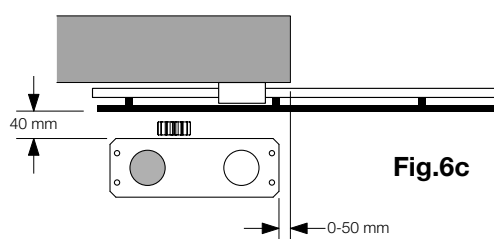

Fig.6c
- Fig. 6c installation avec moteur à gauche